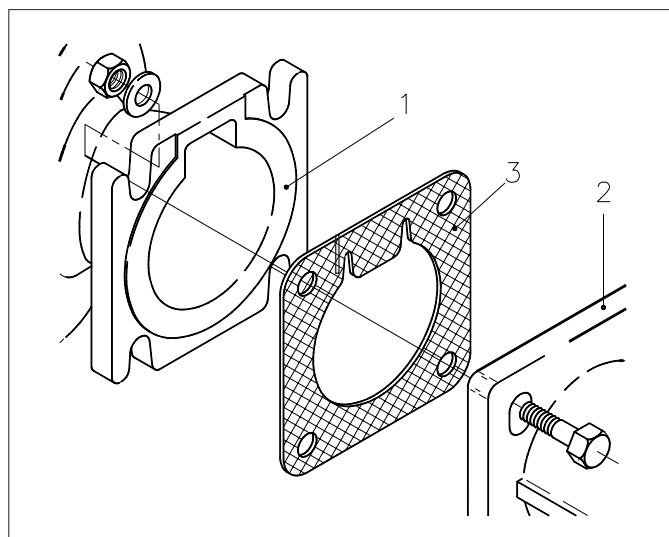

Fig. 6.7
- Neem het koppelingdeel (1) los
- Plaats een speciale pakking(3) zie fig.6.7
- Monteer koppelingsdeel(1) met nieuwe pakking(3) aan de pomp(2).